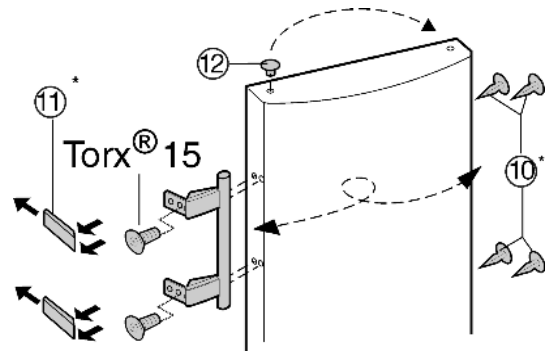

Fig. 7
- ▶ Til de stop *Fig. 7 (12)* uit de deurlagerbus en plaats hem om.
- ▶ Monteer deurgreep, stop *Fig. 7 (10)* en drukplaten *Fig. 7 (11)* af en monteer ze aan de tegenoverliggende kant.